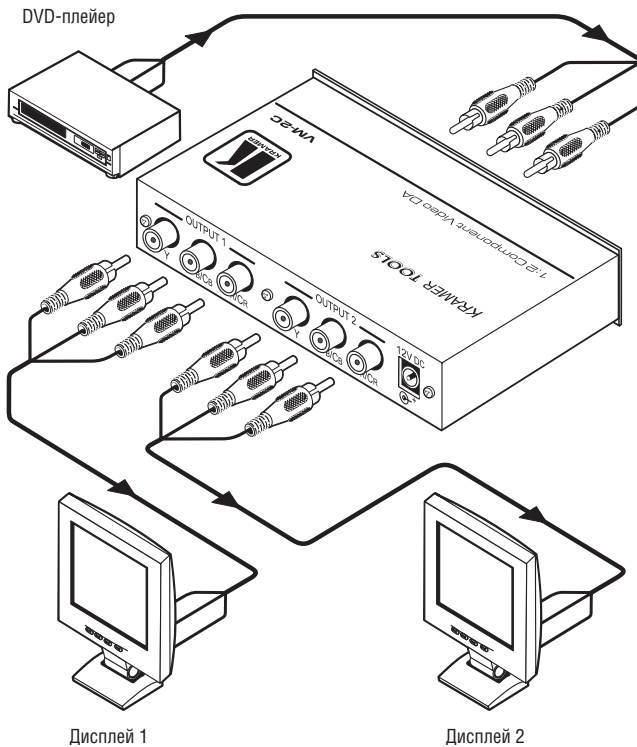

Рис. 4. Подключение источника и приемников сигнала к VM-2C
Подключение к **VM-2C** источников и приемников сигнала иллюстрирует рис. 4:
3. Подключите выход блока питания 12 В к разъему 12V DC в розетку электросети (это подключение не показано на рис. 4).